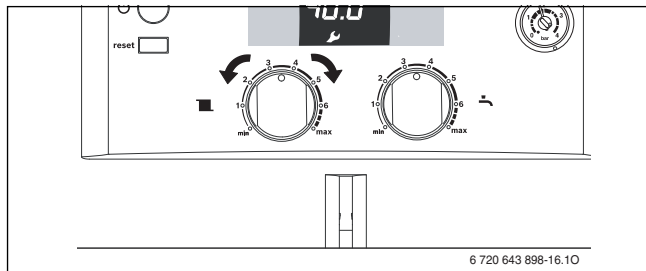

Рис. 32
- Отвернуть уплотнительный винт измерительного штуцера давления перед форсунками (1) (→ стр. 23) и подсоединить U-образный манометр.
- Установить регулятор температуры горячей воды в среднее положение (→ рис. 32).